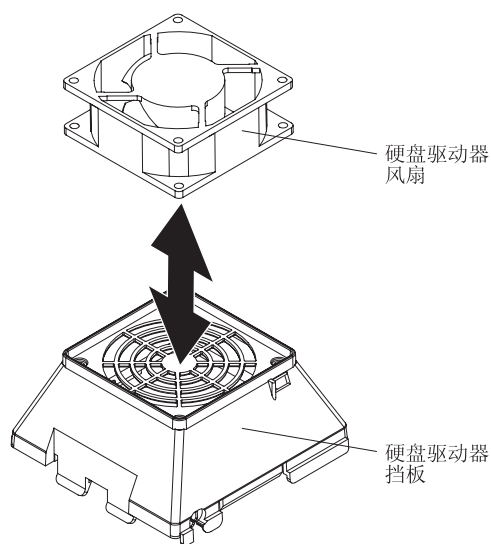

图 32. 卸下硬盘驱动器风扇
8. 将风扇组合件放在水平工作台上，风扇朝上（请参阅第 95 页的图 32）。